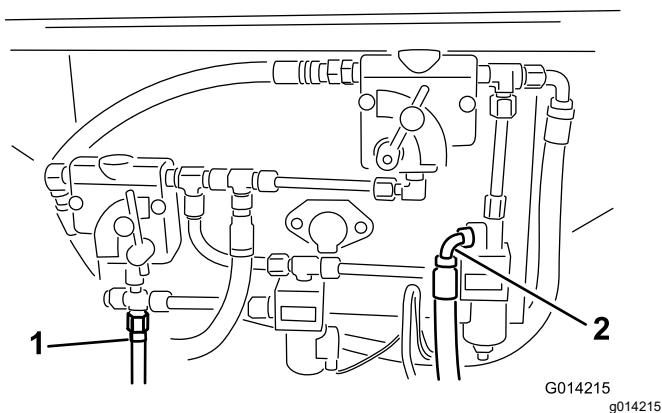
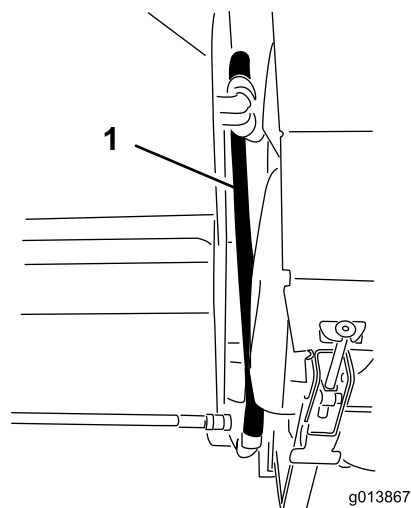
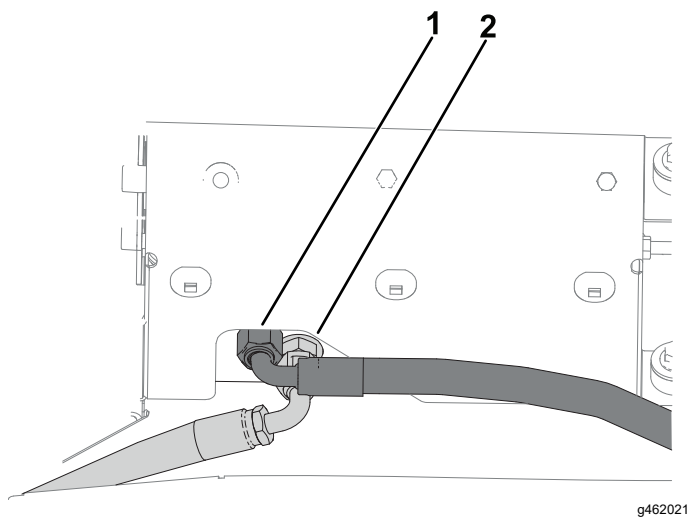
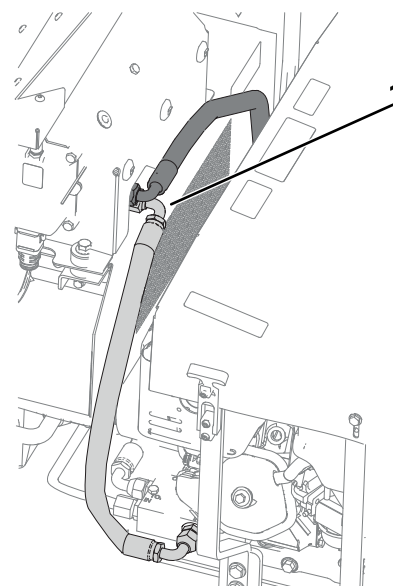

Рисунок 14
Рисунок 16
Рисунок 15
Рисунок 17
11. Определите местонахождение соединений напорной и возвратной линий на базовой модели машины. См. Рисунок 14 для варианта исполнения SH и Рисунок 15 для варианта исполнения EH.
12. Если нагнетающий и возвратный шланги были ранее установлены в местах, показанных на Рисунок 14 и Рисунок 15, снимите их.
13. Подсоедините гидравлические шланги к панели управления гидравликой. См. Рисунок 14 и Рисунок 16 для вариантов исполнения SH и Рисунок 15 и Рисунок 17 для вариантов исполнения EH.